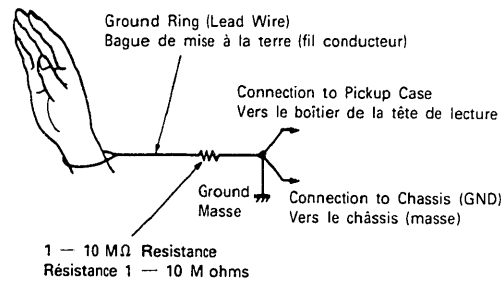

Fig. 11
**(2) Handling of the Unit Mechanism Assembly (Fig. 11)**
When handling the Pickup Mechanism Assembly and the Unit Mechanism Assembly use a Ground Ring of the kind pictured in Fig. 11.
**(2) Maniement de l'ensemble du mécanisme de l'unité (Fig. 11)**
Lors du maniement de l'ensemble du mécanisme de la tête de lecture et de l'ensemble du mécanisme de l'unité, utiliser une bague de mise à la terre du type de celui illustré sur la Fig. 11.